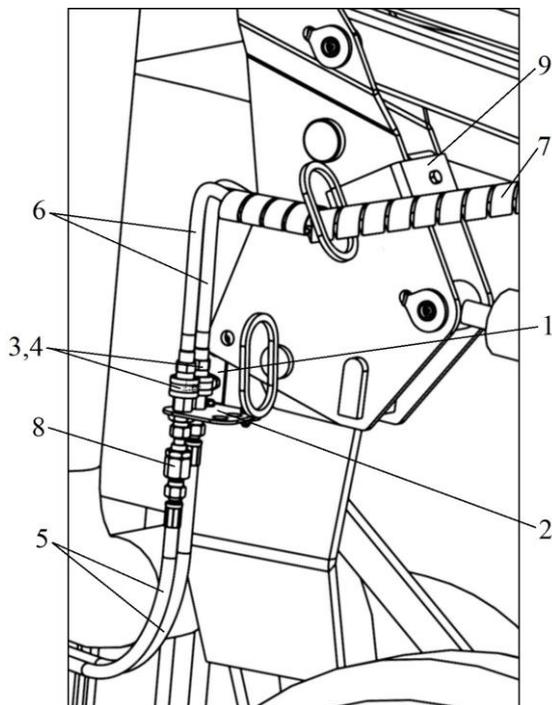

Рисунок 4 – Подсоединение гидросистемы погрузчика к гидросистеме трактора, вид справа:
3) На стойках устанавливается поддержка поз. 9 (предназначена для поддержки РВД) при помощи болта М10х40 и гайки М10 DIN. Закрепить два кронштейна КУН 400.00.412 поз.1 болтами М10х40 и гайками М10 DIN на панели навески с двух сторон трактора, к этому кронштейну прикрутить пластину КУН 400.00.403 поз. 2 болтами М8х20, гайками М8 DIN и шайбами (см. рис. 4). В отверстия кронштейна вставить устройства запорные (муфты разрывные поз. 3) в кол-ве 2 шт. Повторить выше изложенное для правой стороны трактора. Рукава длиной 3,2 м (проходят в полости рам) поз.6 присоединить сверху через БРС. С правой стороны к нижней части запорных устройств присоединить РВД длиной 2,9 м поз.5, другой конец РВД присоединить к выводам гидросистемы трактора. С левой стороны к нижней части БРС присоединить РВД длиной 2,9 м, другой конец РВД присоединить к выводам гидросистемы трактора. Установить защиту РВД поз.7 (см. рис. 4).